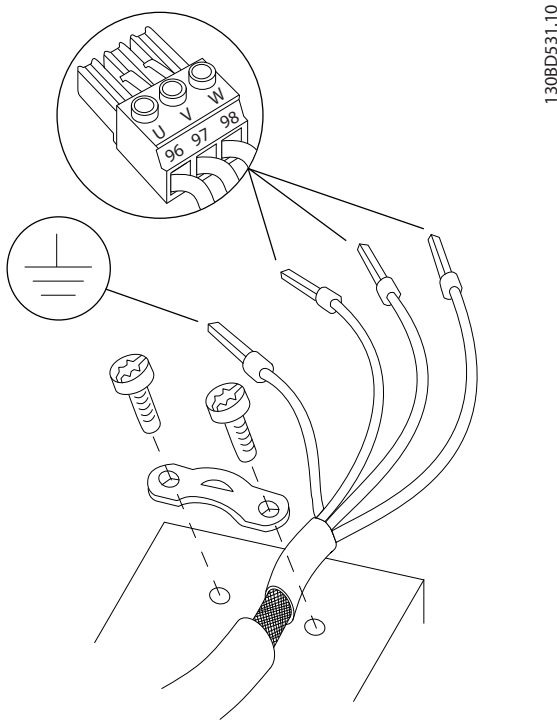

Bild 4.3 Motoranslutning
3. Anslut jordningsledningen till närmsta jordningsplint i enlighet med jordningsinstruktionerna i *kapitel 4.3 Jordning*, se *Bild 4.3*.
4. Anslut trefasmotorkablarna till plint 96 (U), 97 (V) och 98 (W), se *Bild 4.3*.